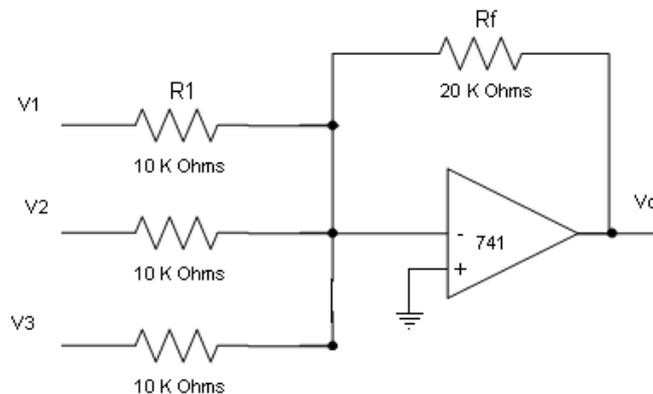

Figura 4. Sumador inversor con señales senoidales a la entrada.
- 4) Armar el circuito de la figura 4, polarizarlo, aplicar las siguientes señales senoidales a la entrada.